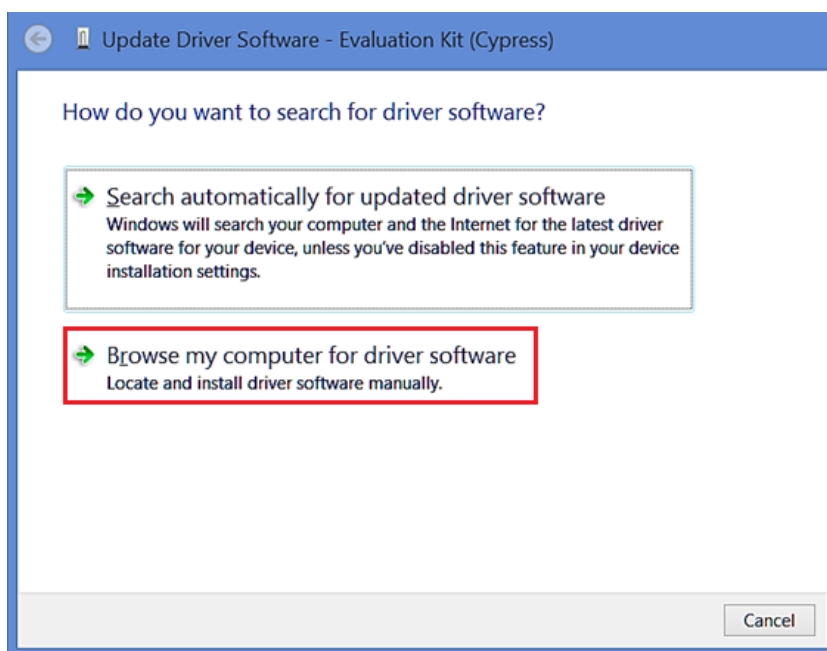

Figure 89. ドライバソフトウェアの更新- 1
4. 「EvaluationKit (Infineon)」項目を右クリックし、「Update Driver Software…」を選択します。新しいウィンドウが開きます。「Browse my computer for driver software」を選択します (Figure 89)。